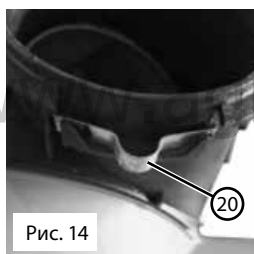

Рис. 14
- Установите пружину 20 на фланец разгрузочного желоба (рис. 14).